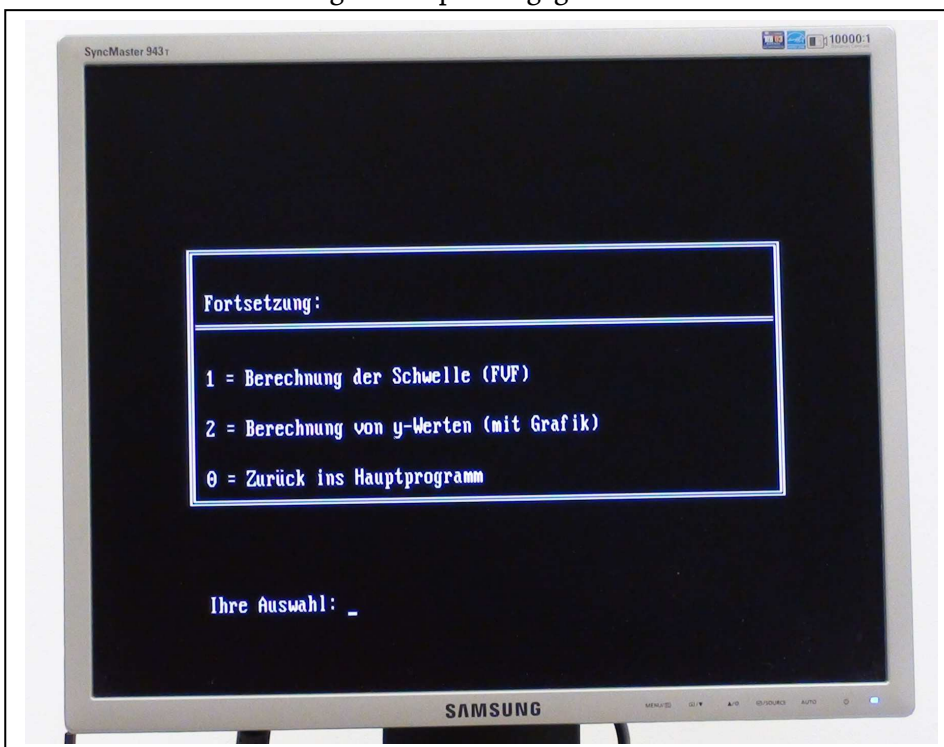

Abbildung 14. Auswahlmenü zur Berechnung der FVF bzw. der Werte für eine grafische Darstellung der psychometrischen Funktion
4. Berechnung der approximierten Werte (siehe Abbildung 14)